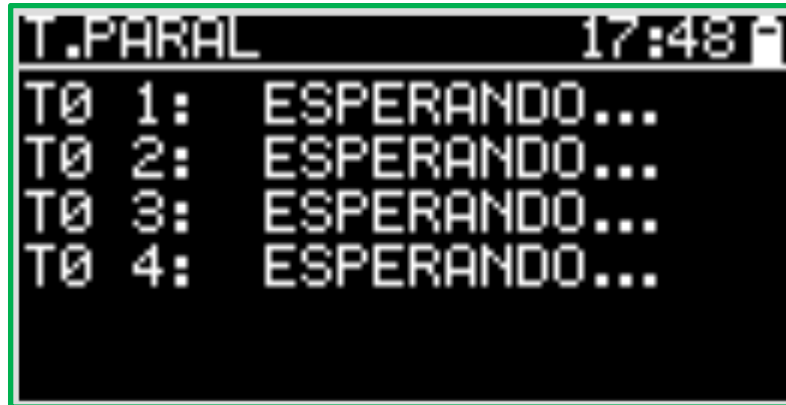

Figura 5: Pantalla de medición en paralelo.
- b) **Paralelo:** Presione la tecla  para realizar mediciones de tiempo en paralelo. Esta opción permite medir tiempos de dos pruebas o más con un inicio común y paradas independientes (Figura 5).